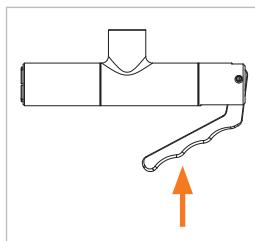

Abbildung 5
- ▶ Betätigen Sie den Handhebel (Pos. 2) (*Abbildung 5*). Die Spannzangen öffnen sich.